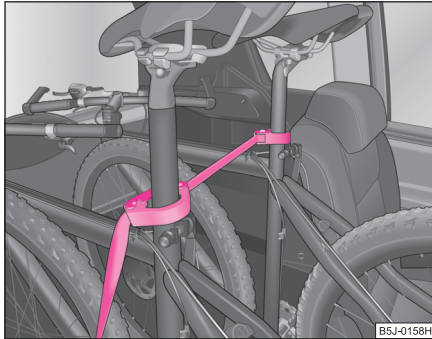

Abb. 70 Absicherung der Fahrräder mit Schellen
- Setzen Sie die Schelle mit dem Gummiteil nach vorn (in Fahrtrichtung) möglichst weit unten an die Sattelstange und schließen Sie die Schelle ⇒ **Abb. 70**.
- Beim Transport von zwei Fahrrädern spannen Sie das Band ⇒ **Abb. 70** zwischen den Sattelstangen.